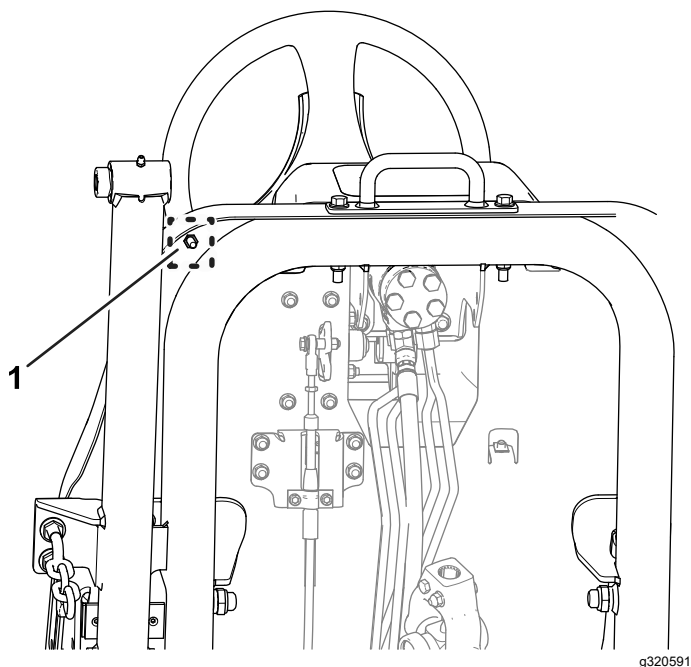

図 77
- B. フットレストプレートの底部についているジャムナットをゆるめる 図 77。
- F. ペダルストップを押さえた状態でフットレストプレート底部のジャムナット 図 76 と 図 77 を 37-45 N·m 3.7-4.6 kg·m = 27-33 ft-lb にトルク締めする。